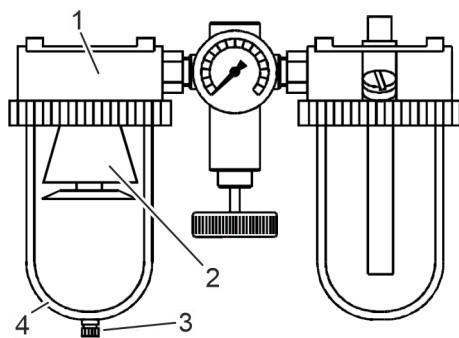

Abb. 22: Wasserabscheider
1. ➤ Kondensatablass (Abb. 22/3) öffnen und Kondensat auffangen.
2. ➤ Kondensatablass (Abb. 22/3) schließen.
3. ➤ Wenn der Kondensatbehälter (Abb. 22/4) verschmutzt ist, Kondensatbehälter abschrauben.
4. ➤ Kondensatbehälter (Abb. 22/4) fachgerecht reinigen. Reinigungshinweise in der Betriebsanleitung der Druckluft-Wartungseinheit beachten.
5. ➤ Kondensatbehälter (Abb. 22/4) anschrauben.
Sicherstellen, dass der Kondensatablass (Abb. 22/3) geschlossen ist.
Bei Verschmutzungen Filter (Abb. 22/2) wie folgt reinigen:
1. ➤ Kondensatbehälter (Abb. 22/4) abschrauben.
5. ➔ Filter (Abb. 22/2) wieder einbauen. Dabei auf einwandfreie Dichtung achten.
6. ➔ Kondensatbehälter (Abb. 22/4) anschrauben.